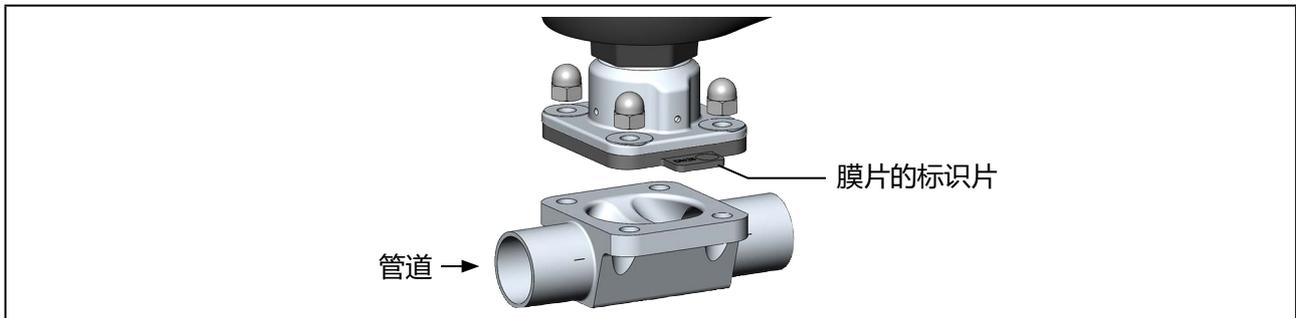

图 25： 对齐膜片（以两通阀体为例）
→ 对准膜片。膜片的标识片必须伸出到阀体外面，并与管道纵轴垂直（见“图 25”）。
-  在安装执行机构之前，检查膜片是否损坏以及是否正确对齐。膜片的标识片必须伸出到阀体外面，并与管道纵轴垂直（见“图 25”）。